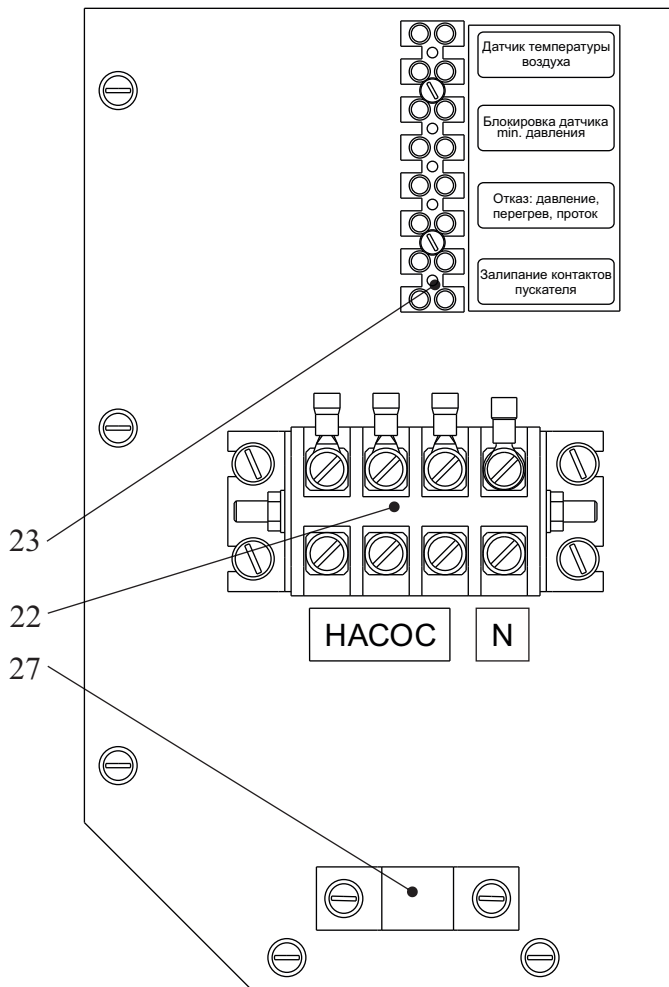

Рис.3 Панель подключения внешних устройств
4.1.5 Панель подключения внешних устройств включает в себя два клеммника. Четырехконтактный клеммник (22 рис.3) для подключения по питанию внешнего трехфазного циркуляционного насоса и ввода в прибор рабочего нуля (цепи управления 220В). Восемьконтактный клеммник (23 рис.3) для подключения внешних устройств. Кабель насоса закрепляется с помощью скобы (27). Места подключения обозначены с помощью аппликаций.
При работе прибора в открытой системе отопления на клеммной колодке (23 рис.3) должна быть установлена перемычка на клеммах “Блокировка датчика min . давления”.
4.2.2 Для организации дистанционной индикации отказов прибора на клеммную колодку (23, Рис. 3) выведены сигналы “Отказ: давление, перегрев, проток” и “Залипание контактов пускателя” от соответствующих реле на плате управления. Контакты реле предназначены для работы в цепях переменного и постоянного тока в диапазоне напряжений 0-250В. Допустимый ток коммутации 5А. При аварийной ситуации контакты реле замыкаются.